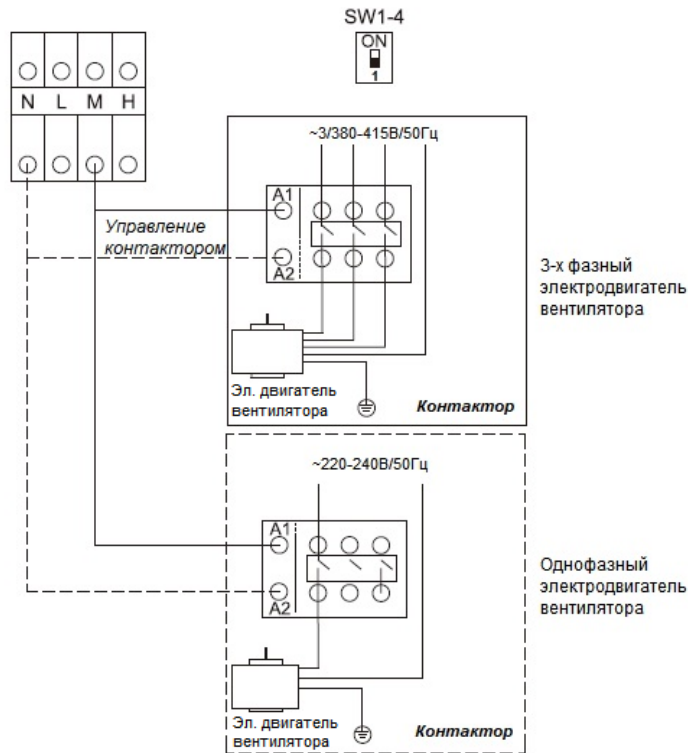

Рис.13
- При использовании односкоростного электродвигателя вентилятора установите штекер 4 DIP- переключателя SW1 в положение OFF как показано на рис.13